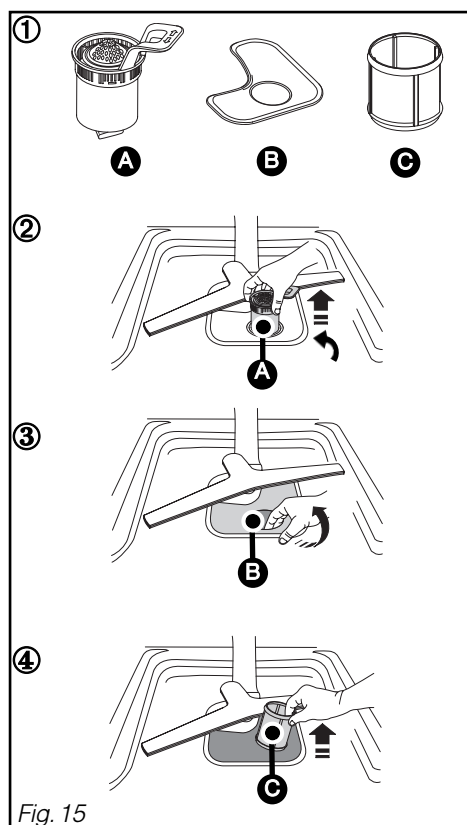
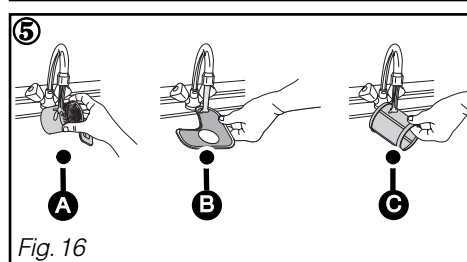

Fig. 15
Fig. 16
- ① Avant le démontage des filtres, retirez les déchets posés sur le grand filtre principal Ⓑ à l'aide d'une éponge pour éviter que ces déchets ne bouchent les bras d'aspersion. Orientez le moulinet comme sur le dessin. (Fig. 15)
- ② Dévissez d'un quart de tour le filtre à déchets puis le retirer Ⓐ.
- ③ Retirez le filtre principal Ⓑ.
- ④ Retirez le tamis micro filtre Ⓒ.
- ⑤ Nettoyez soigneusement les filtres Ⓐ, Ⓑ et Ⓒ sous l'eau courante. (Fig. 16)